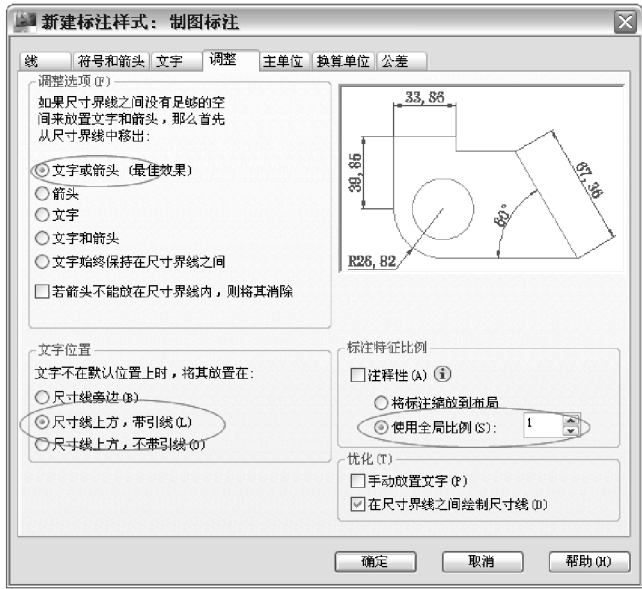

图 8-47 【调整】选项卡设置
7) 选择【调整】选项卡，“文字位置”中选择“尺寸线上方，带引线”，如图 8-47 所示。